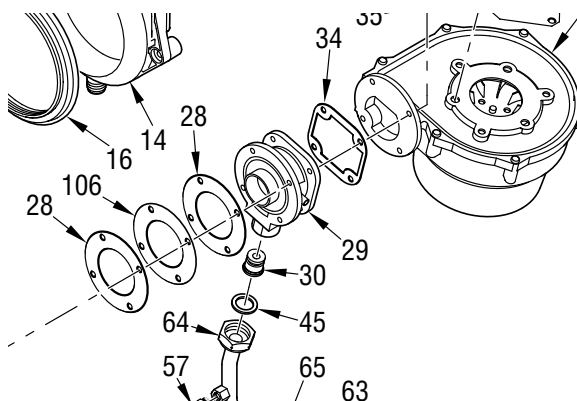

Fig. 23
4.1 CHANGEMENT INJECTEUR GAZ (fig. 23)
- Remplacer l'injecteur (pos. 30) et le joint (pos. 45) avec ceux qui sont fournis dans le kit de transformation.
4.2 SOUPAPE GAZ (fig.23/a)